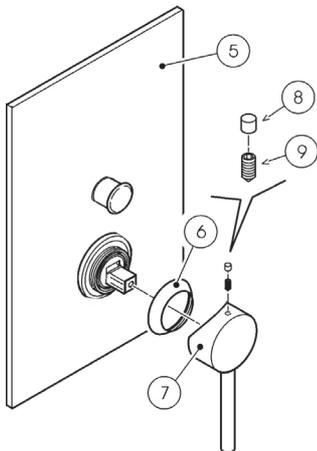

Fig. 9
- Avvitare il coprighiera (6), montare la maniglia erogatore/miscelatore (7), bloccare con il grano (9) e chiudere con il tappo (8). (Fig.9)
- Screw on the lock nut cover (6), mount the supply/mixer lever (7), lock in with grub screws (9) and seal with the cap (8) (Fig.9).
- Die Kappe (6) anbringen, den Bedienungshebel (7) montieren, die Absperrschraube (9) anziehen und den Abdeckstopfen (8) anbringen. (Abb.9)
- Visser la cloche (6), monter la manette du mitigeur (7), bloquer avec la vis (9) et refermer avec la pastille (8). (Fig.9)
- Enrosque el embellecedor (6), coloque la maneta monomando (7), bloquee con el tornillo prisionero (9) y cierre con el tapón (8). (Fig.9)
- Надеть накладку на хомут (6), смонтировать ручку (7), закрепить винтом (9) и закрыть заглушкой (8). (Рис.9)